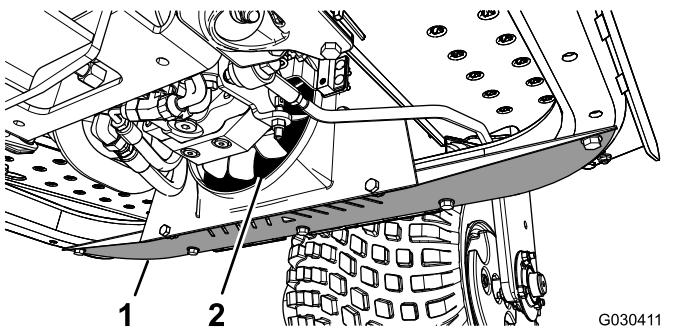

図 44
- 下のシールドを外す図 44。
- 圧縮空気を使って、ファンの周囲についているごみやほこりを、裏側から吹いて除去する図 44。